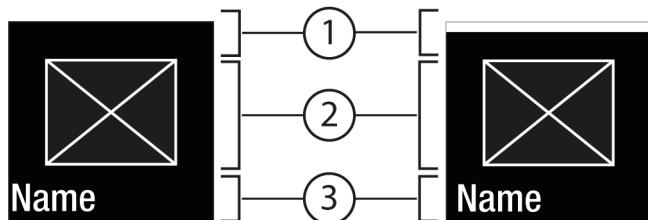
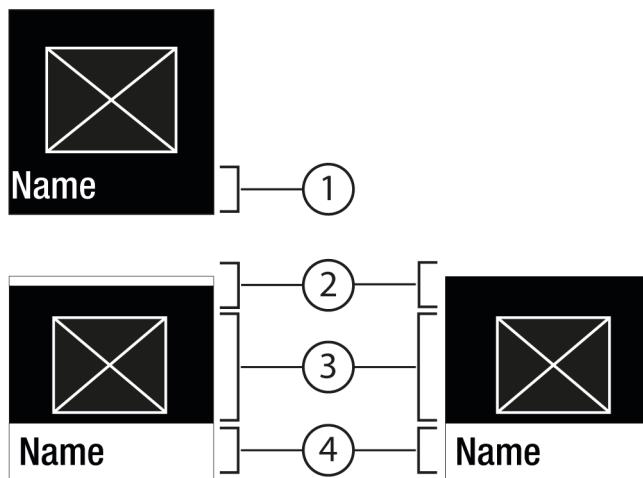

Fig. 6
Fig. 7
- С помощью Подтвердить Fig. 5 (2) вызвать Подменю Fig. 7 (4).
- Установка нового значения: С помощью Подтвердить Fig. 5 (2) выбрать деактивированное значение Fig. 6 (1).
- Назад в меню: С помощью Подтвердить Fig. 5 (2) выбрать уже активированное значение Fig. 6 (2).
- Состояние: активировано Fig. 6 (1) появляется недолго в Подменю Fig. 7 (4).